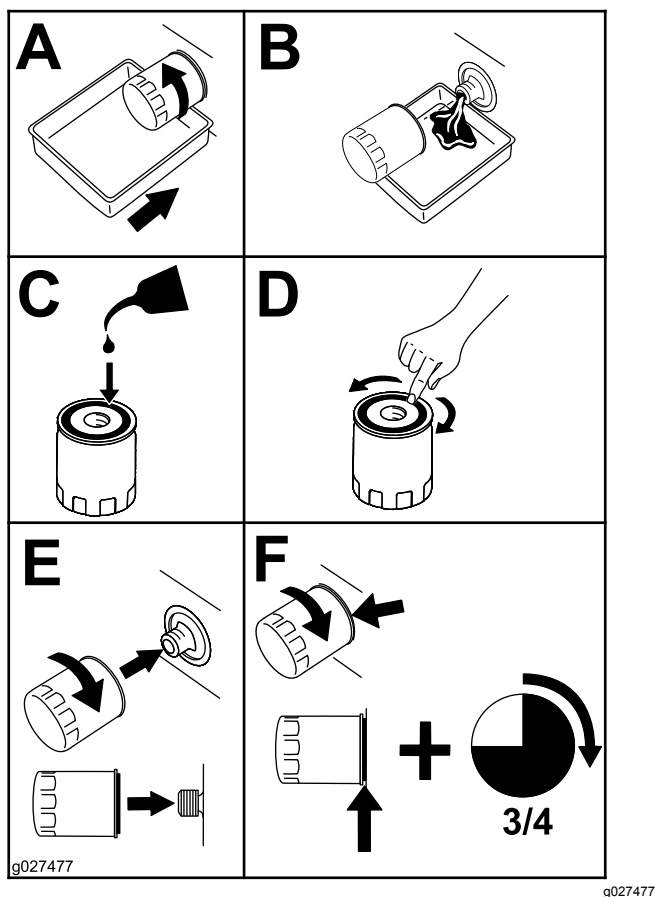

Рисунок 30
4. Замените масляный фильтр (Рисунок 30).